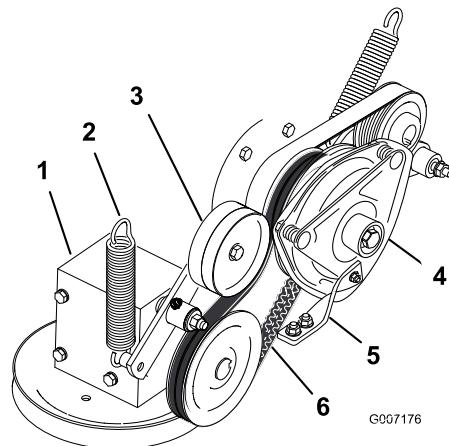

Figura 62
4. Togliete la molla di tensione dal braccio di rinvio (Figura 62).
7. Montate la cinghia di trasmissione della PDF attorno alla puleggia della frizione ed alla puleggia degli ingranaggi (Figura 62).
9. Montate la molla sul braccio di rinvio (Figura 62).